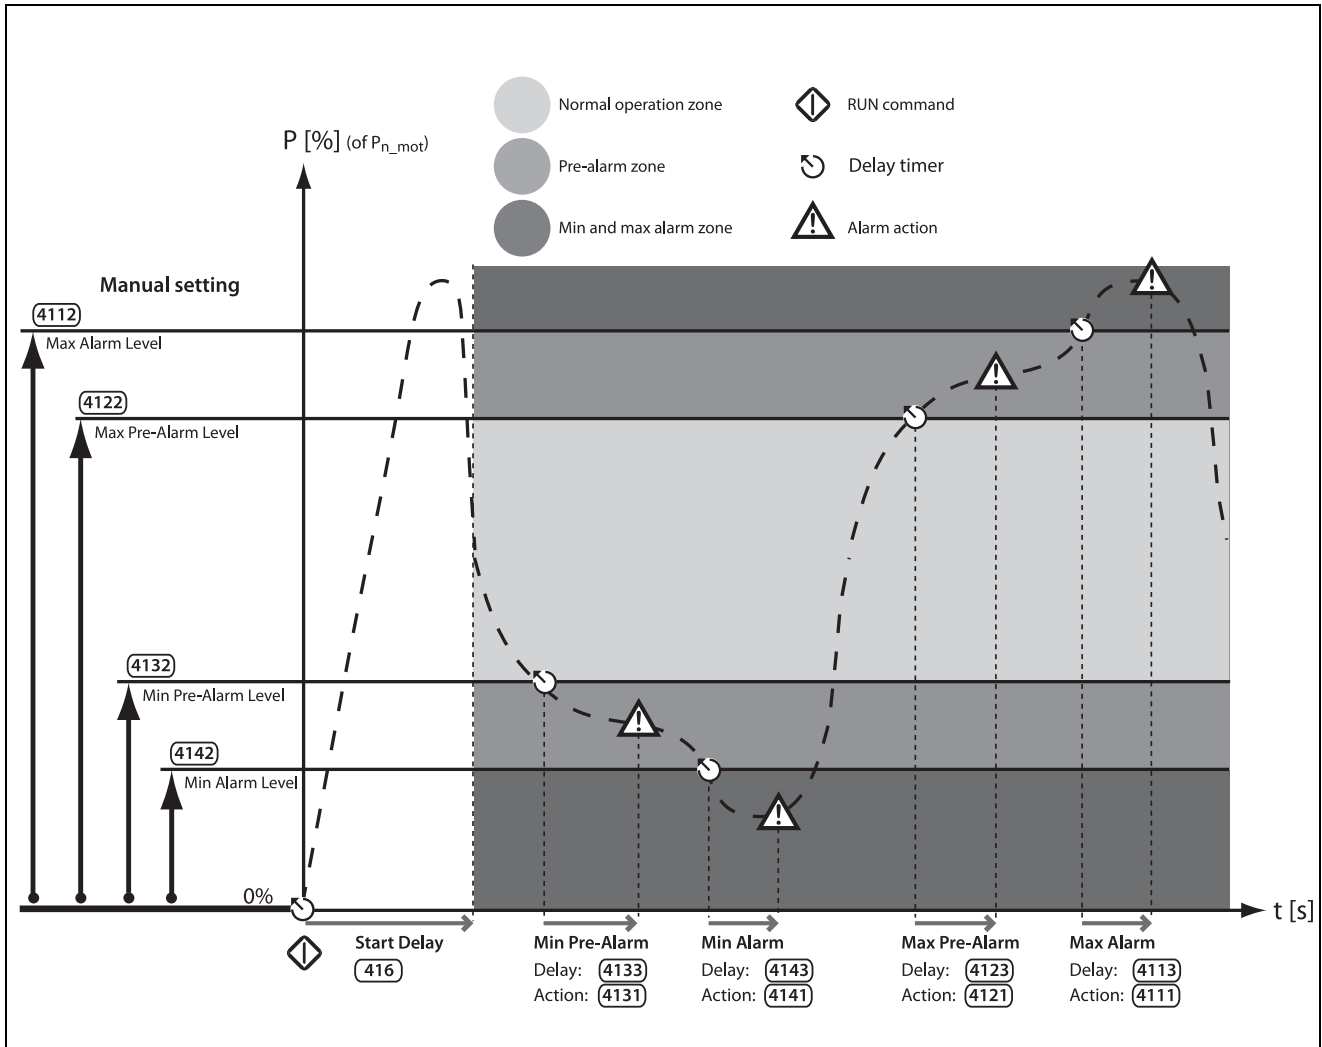

Fig. 63 Ajuste manual de los niveles de alarma del monitorizador de carga.
1. La configuración manual, donde puede ajustar directamente hasta cuatro «niveles de alarma» (Fig. 63).
Consulte el capítulo Fig. 63. En los ajustes manuales del monitorizador de carga, se ajustan directamente los «niveles de alarma» [411] - [414] como porcentaje de la potencia nominal del motor (menú [223]). El par electrónico real se indica entre paréntesis junto al valor de nivel de alarma para facilitar el ajuste. A la derecha se muestra un ejemplo.